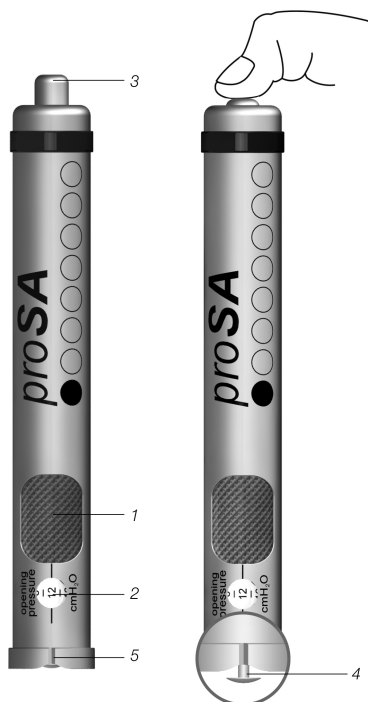

Fig. 4: proSA Adjustment Tool
proSA Adjustment Tool (fig. 4) anvendes til indstilling af ventilens åbningstryk. Det ønskede tryktrin vælges ved at dreje justeringshjulet (1); tryktrinnet vises i displayvinduet (2). Adjustment Tool sættes centralt over ventilen. Ved at trykke på trykknappen (3) trykkes justeringsspidsen (4) ud af bunden, rotoren i ventilen udløses, og ventilens åbningstryk indstilles. Markeringen (5) på Adjustment Tool skal ved påsætningen på ventilen pege mod det proksimale kateter (der fører til ventriklen). Pilen på undersiden af kappen viser flowretningen.